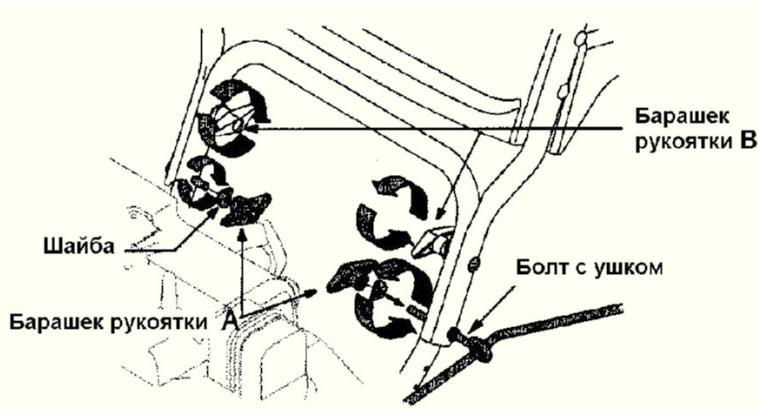

Рисунок 3
4. Вставьте болт с ушком в нижнее отверстие, имеющееся на обеих рукоятках (нижней и верхней) слева, наденьте шайбу и затяните барашек А, снятый ранее. Смотрите рисунок 3.
5. Вставьте болт в нижнее отверстие, имеющееся на обеих рукоятках (нижней и верхней) справа, наденьте шайбу и затяните второй барашек А, снятый ранее. Смотрите рисунок 3.